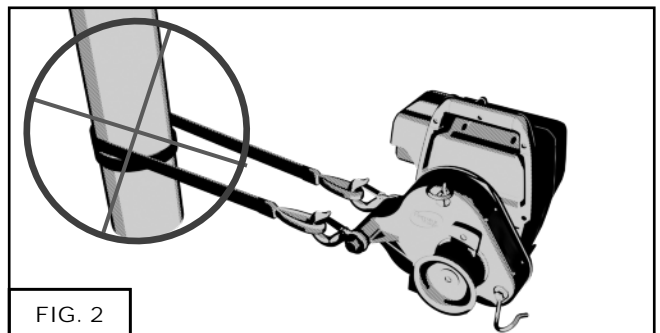

FIG. 2
Y aún mejor, el nudo bolina doble (Fig. 2) le permite mantener aproximadamente el 75 % de la capacidad de la cuerda.
CUANDO INSTALE LA ESLINGA PARA ANCLAR EL CABRESTANTE, EVITE QUE GIRE TOTALMENTE ALREDEDOR DE UN PUNTO DE ANCLAJE (FIG. 2 A CONTINUACIÓN). ESTO EVITARÁ QUE EL CABRESTANTE SE ALINEE POR SI MISMO CON LA CARGA CORRECTAMENTE. ESTO TAMBIÉN SE APLICARÁ A LA TENSIÓN DESIGUAL EN LOS GANCHOS.
- 3) Fig. 2: Detenga el cabrestante antes de que los nudos lleguen a este, ya que no podrá cruzarlo y provocará un enredamiento de la cuerda.